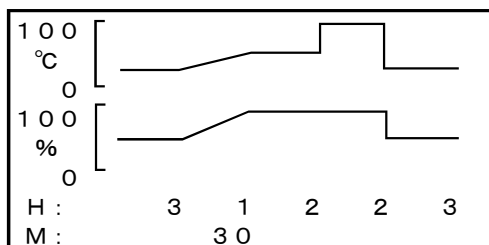

図2
(1) TS=とSTPの行をステップ時間表示に切替えます図2。